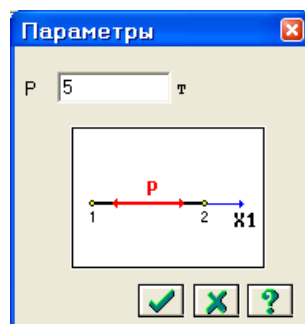

Рис.10.20. Диалоговое окно **Параметры**
- В появившемся окне задайте силу натяжения $P = 5$ т (рис.10.20).